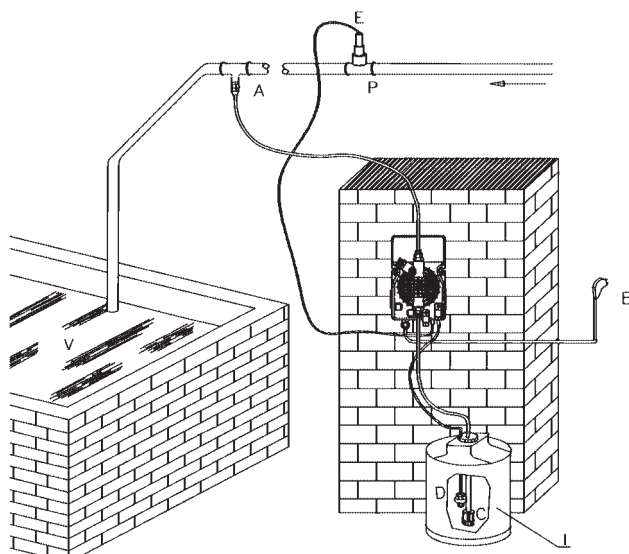

Fig. 16
7.2 - TYPICAL INSTALLATION (Fig. 16)